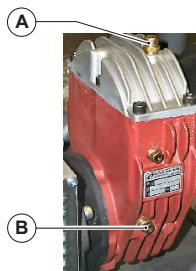

Fig. 6
Moltiplicatore Fig. 6:
Multiplicator Fig. 6:
Multiplicateur Fig. 6:
- Getriebe Abb. 6:
Multiplicador Fig. 6: